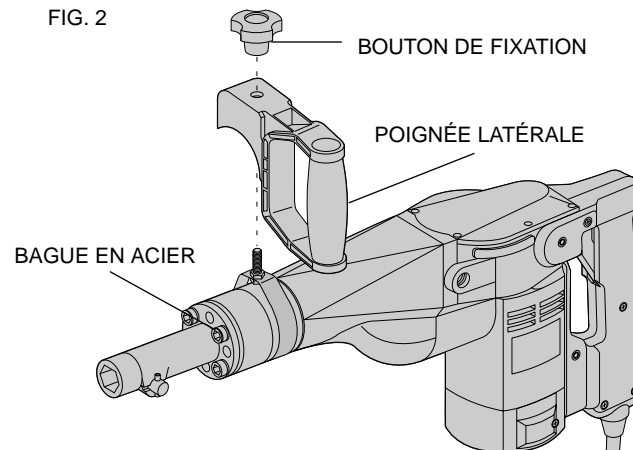

FIG. 3
1. Desserrer (mais ne pas retirer) le bouton de fixation (fig. 3).